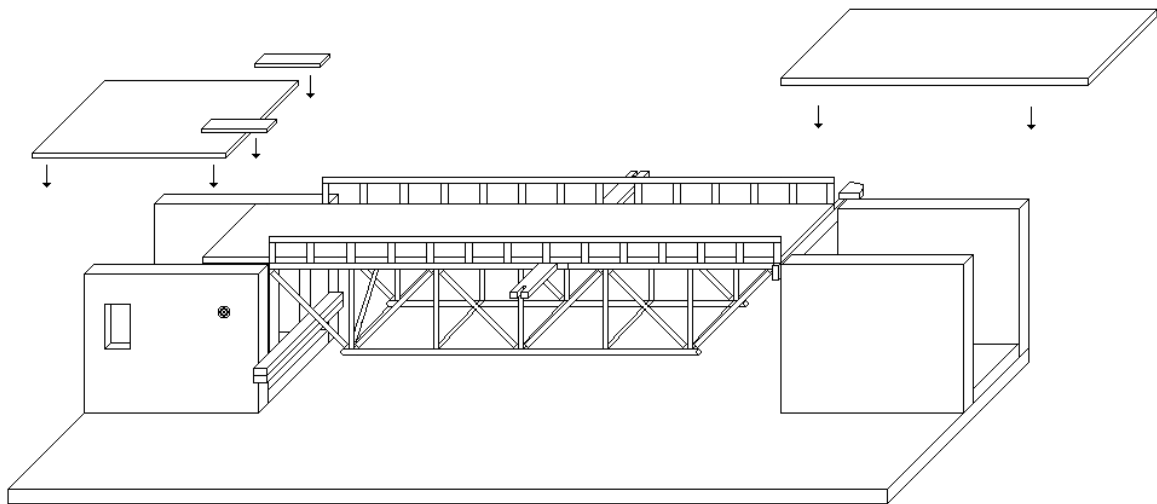

Figura 16
3.2.7. Encolar y pegar las piezas obtenidas en el punto anterior en las posiciones indicadas en la figura 16.